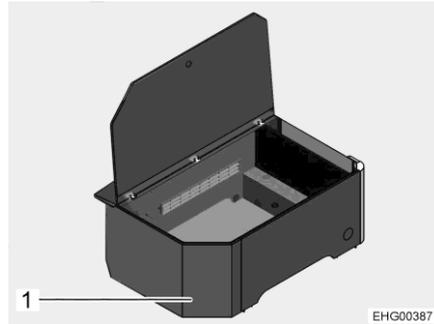
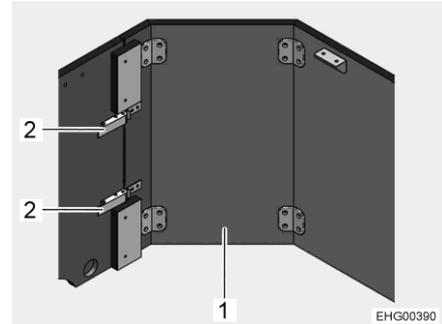

Fig. 17 Banquette longitudinale, ouverte (représentée sans siège supplémentaire)
Fig. 18 Élément en bois, amovible
- Ouvrir les deux fermetures de serrage (Fig. 18,2) sur l'élément en bois amovible (Fig. 17,1 et Fig. 18,1).